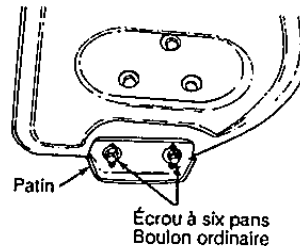

FIGURE 16
- On peut ajuster l'espace entre la lame plate et le sol. Pour déblayer complètement la neige, placez les patins à la position basse. Réglez les patins à 1/4 ou po en dessous de la lame plate pour une utilisation normale. Utilisez les positions intermédiaire ou haute lorsque la surface à déblayer est irrégulière. Voir la figure 16.